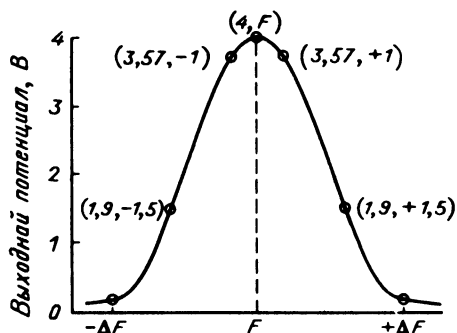

Рис. 14.4. График измеренной амплитудно-частотной характеристики.
4. Постройте график зависимости уровня выходного сигнала от частоты, как показано на рис. 14.4. Обычно избирательность определяется как разность частот в герцах или килогерцах между точками, соответствующими снижению уровня сигнала на 6 дБ (по напряжению) в сравнение с сигналом на центральной частоте. (Заметим, что -6 дБ по напряжению соответствует -3 дБ по мощности.)